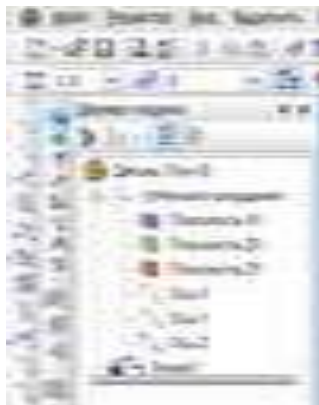

Рисунок 13.3 – Переход в режим «Эскиз»
4. Нажмите на кнопку Эскиз (рисунок 13.3).